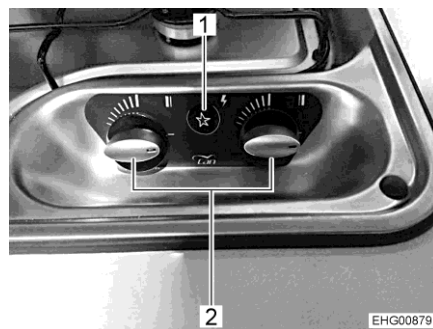

Fig. 143 Elementi di comando del fornello a gas
- Ruotare il pomello girevole (Fig. 143,2) dell'impianto a fiamma libera desiderato in posizione accesa (fiamma alta).
- Premere l'interruttore a pressione (Fig. 143,1). Sul bruciatore vengono prodotte scintille.